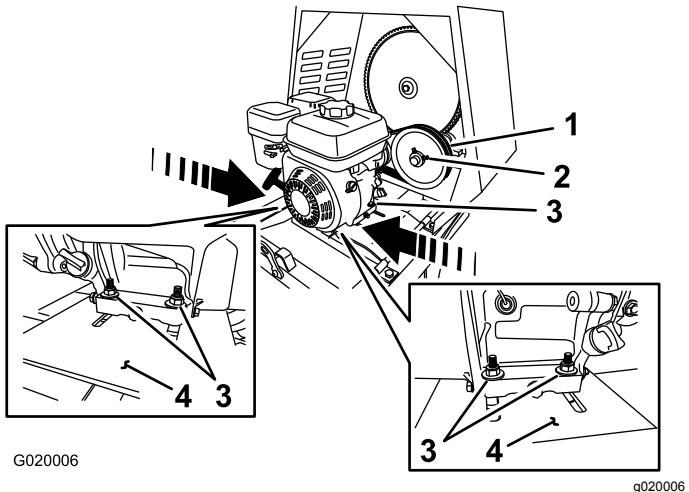

Figura 63
- B. Afloje los pernos y las tuercas que sujetan el motor a la chapa del motor (Figura 63).
- **Para aumentar la holgura**—Aleje el motor de la polea tensora (Figura 63).
- **Para reducir la holgura**—Acerque el motor a la polea tensora (Figura 63).